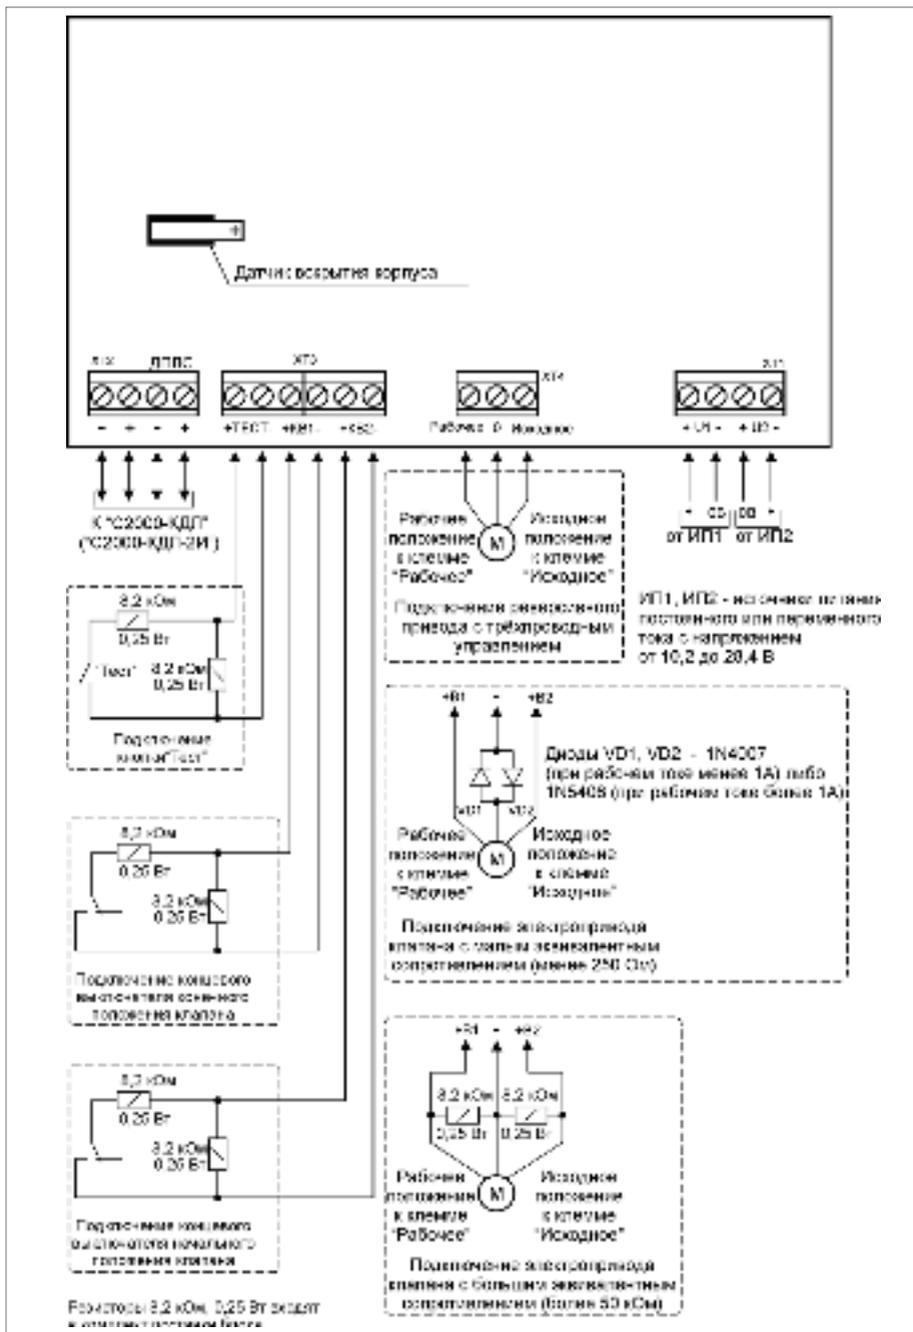

Рисунок 12. Схема внешних соединений блока «С2000-СП4/24»
2.2. Подключение соединительных линий производите в соответствии с проектной документацией и схемой на рис. 12.
1. Подключите воздушный клапан с электрическим приводом в соответствии с рис. 12, учитывая эквивалентное сопротивление клапана: